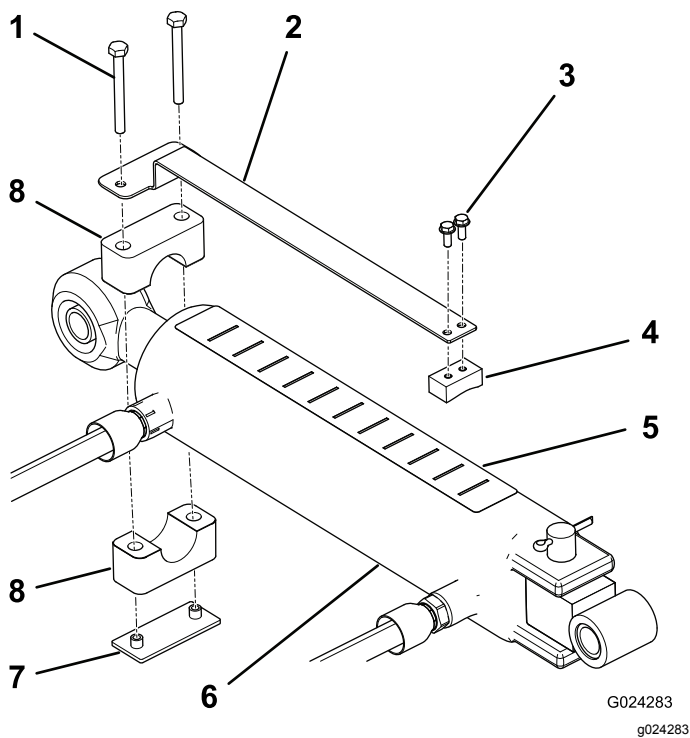

Figura 8
- Monte o medidor de profundidade no lado plano do bloco de deslocamento com dois parafusos (n.º 10 x ½ pol.), posicionando os componentes como se mostra na Figura 8.
- Utilizando a braçadeira de tubo, placa soldada e dois parafusos ($\frac{1}{4} \times 2\frac{1}{2}$ pol.), monte, sem apertar, o medidor de profundidade na extremidade da barra do cilindro da articulação superior (Figura 8). Certifique-se de que as braçadeiras estão soltas o suficiente para permitir que sejam rodadas para a posição desejada.
- Coloque o autocolante de profundidade na parte superior do cilindro num local que seja visível a partir da posição do operador e que não interfira com os tubos hidráulicos ou outras obstruções (Figura 8). A extremidade do autocolante com a letra "J" deve ser posicionada virada para o arejador.